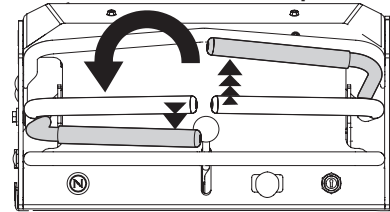

Figura 15
2. Para girar hacia la derecha, mueva la palanca de control de la transmisión izquierda hacia adelante mientras mueve simultáneamente la palanca derecha hacia atrás (Figura 15).
3. Para girar en sentido contrario a las agujas del reloj, mueva la palanca de control de la transmisión derecha hacia adelante mientras mueve simultáneamente la palanca de control de la transmisión izquierda hacia atrás (Figura 15).